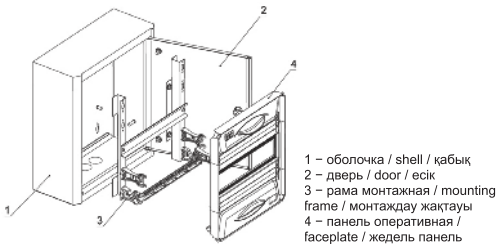

Рисунок 1 – Состав корпуса / Figure 1 – Enclosure component parts / 1 сурет – Корпусстың құрамы
Основные технические данные корпуса представлены в таблице 1. Расположение и размер защищаемого пространства соответствует габаритным размерам корпуса. Параметры, характеризующие способность рассеивать тепловую энергию, представлены в таблице 2. Корпус состоит из оболочки (1), открывающейся прозрачной двери (2), рамы монтажной (3) и панели оперативной (4) (рисунок 1). Оболочка корпуса – стальная сварная с защитно-декоративным покрытием. В нижней части выполнены отверстия для прохода кабелей и проводов. На задней стенке приварены шпильки для крепления монтажной рамы и выполнены отверстия для навески на стену.
The main technical data are given in table 1. The location and size of the protected space correspond to the overall dimensions of the enclosure The parameters characterizing the ability to dissipate thermal energy are presented in table 2. The enclosure consists of the shell (1), opening transparent door (2), mounting frame (3) and faceplate (4) (figure 1).